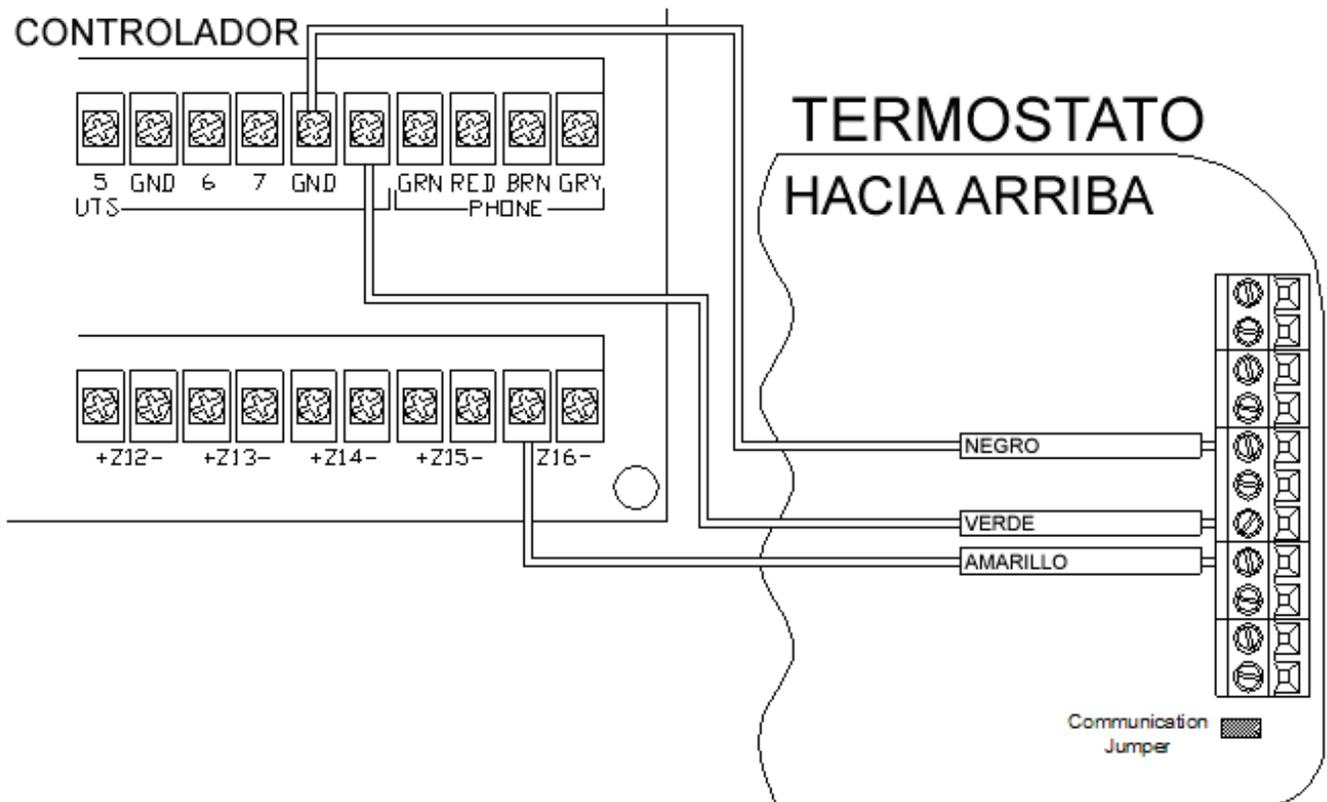

FIGURA 10 – CONEXIONES DE LOS TERMOSTATOS HAI
4. Consulte la **FIGURA 10 (CONEXIÓN DEL INTERRUPTOR CON LLAVE REMOTO)** para ver esta configuración.